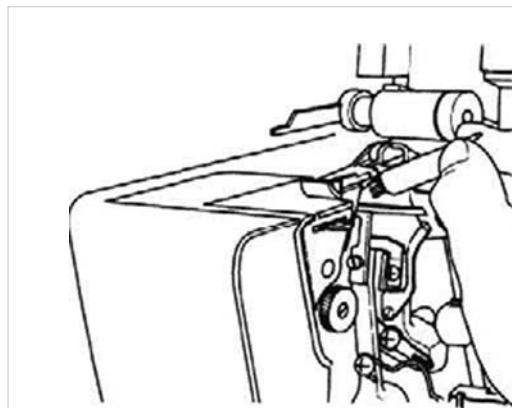

Fig. 108
- Retirez régulièrement la poussière et les peluches au niveau des boucleurs et des lames. Vous pouvez utiliser le pinceau fourni à cette fin (Fig. 108).